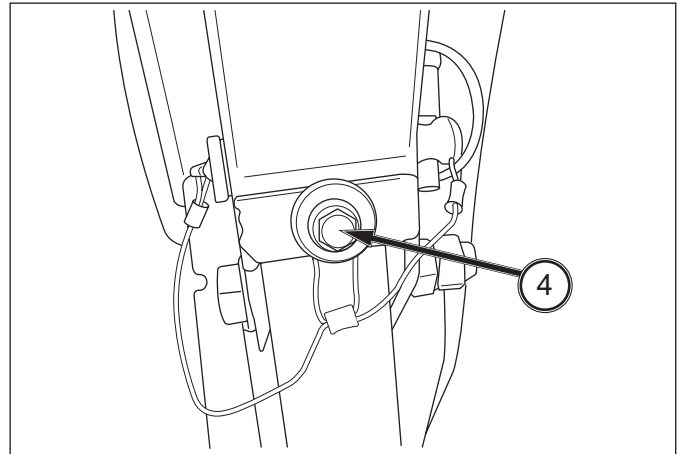

ABB. 108
ACHTUNG: Abb. 108 – Beim Herunterklappen oder Wiederaufrichten des Überroll-Schutzbügels den Überroll-Schutzbügel am Bereich zwischen den zwei Aufklebern (4) greifen.